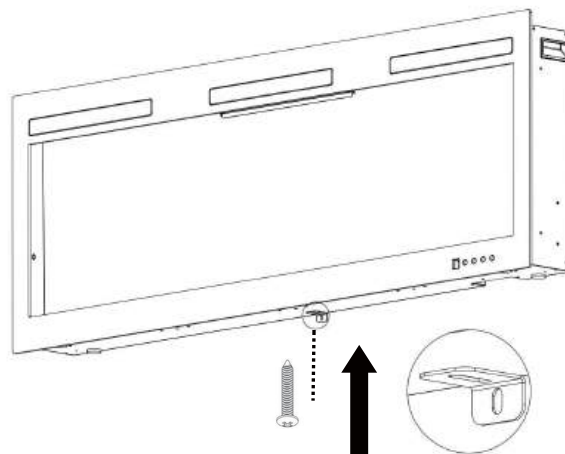

Fig 4-2
B. Bevestig met de eerder verwijderde schroef de L-beugel (meegeleverd) aan de onderkant van de haardkist. (**Fig 4-2**)